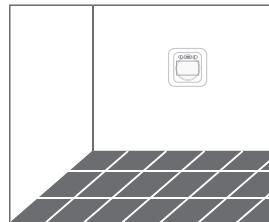

Рис.6
10. Уложите напольное покрытие (Рис.6).